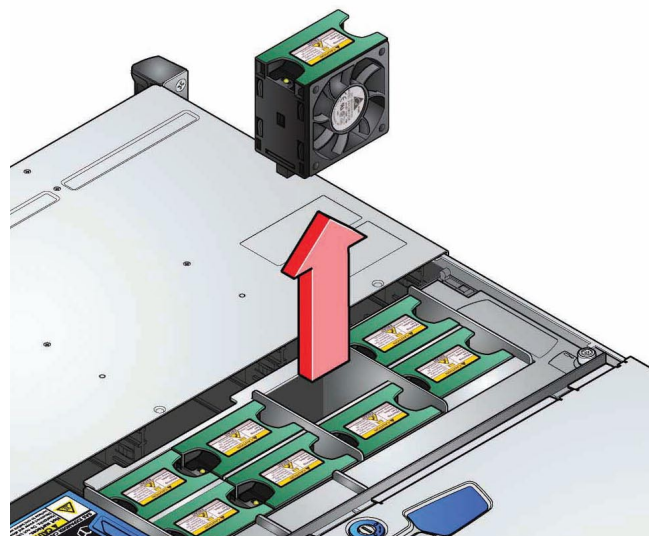

Figura 4: Retirada de un ventilador
2. Coja el módulo del ventilador defectuoso entre el índice y el pulgar y tire hacia arriba para desconectarlo; a continuación, sáquelo de la carcasa (*consulte la Figura 4*).